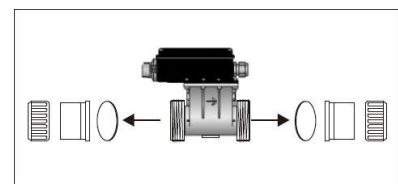

Fig. 5
5. Installation af varmer: (Fig. 5)